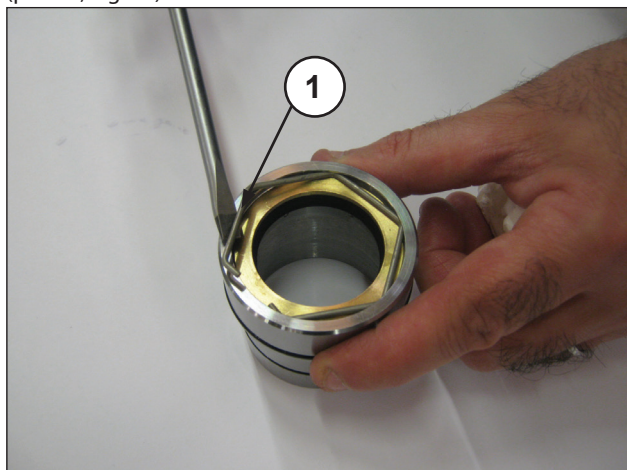
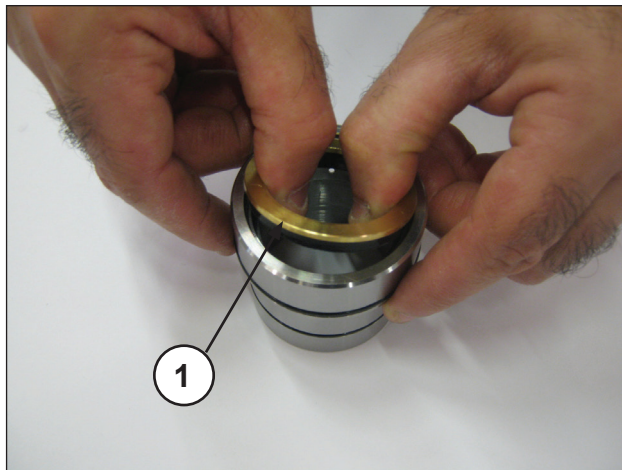

Fig. 50
Fig. 51
Per togliere la guarnizione di bassa pressione è necessario togliere l'anello di fermo (pos. ①, Fig. 50) e l'anello per tenuta (pos. ①, Fig. 51).